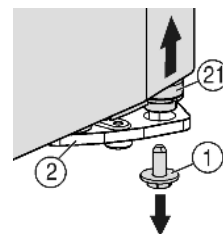
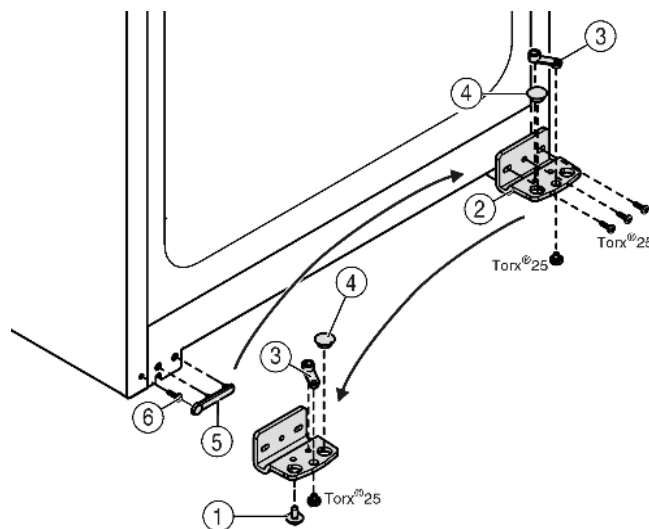

Fig. 5
Fig. 6
- ▶ Dolje desno u ležištu vrata odvrnite i izvadite sigurnosni vijak *Fig. 5 (1)*.
- ▶ Svornjak ležišta *Fig. 5 (21)* odvojite se od ležišta vrata *Fig. 6 (2)*.
- ▶ Ako se svornjak ležišta *Fig. 5 (21)* ne odvoji, istisnite svornjak odozdo prema van.
- ▶ Odvrnite vijke podloška ležaja *Fig. 6 (2)*.
- ▶ Odvijte dio ležišta *Fig. 6 (3)* i premjestite ga u nasuprotnu prihvatnu rupu podloška ležaja, ponovo ga zavijte.
- ▶ Izvadite čepove *Fig. 6 (4)* iz podloška ležaja i premjestite ih u nasuprotnu prihvatnu rupu podloška ležaja.
- ▶ Oprezno podignite pokrov *Fig. 6 (5)* na strani ručke.
- ▶ Odvijte vijak *Fig. 6 (6)* i ponovo ga umetnite na drugu stranu.
- ▶ Ponovo stavite poklopac *Fig. 6 (5)*.
- ▶ Eventualno pomoću odvijača na baterije ponovo čvrsto pričvrstite vijcima podložak ležišta *Fig. 6 (2)* na novoj strani šarke (**s 4 Nm**).
- ▶ Sigurnosni vijak Fig. 5 (1) uvrnite u svornjak ležišta i čvrsto zategnite (**s 4 Nm**).